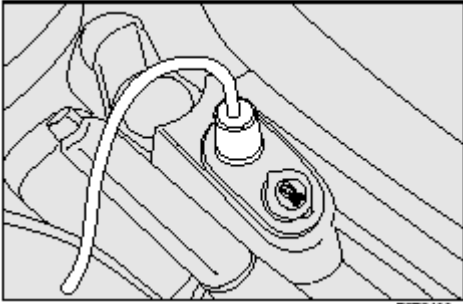
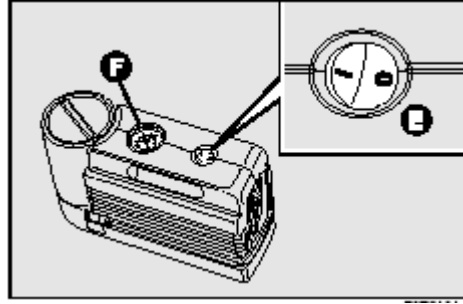

рис.17
рис.18
□ убедитесь что выключатель **Е** - **рис.18** компрессора находился в положении **0** (выключен), включите двигатель, вставьте разъем **D** - **рис.17** в самую близкую розетку и включите компрессор, переместив выключатель **Е** - **рис.18** в положение **1** (включено). Накачайте шину до требуемого значения давления (см. раздел «давление воздуха в холодных шинах» в главе «Технические характеристики»). Для контроля давления в шине с помощью манометра **F**- **рис.18** рекомендуется выключить компрессор, иначе показания могут быть неточными.